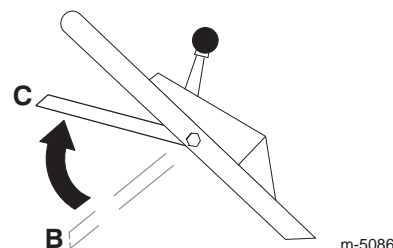

Figura 15
- Levante la barra de control de la cuchilla hasta la posición central, unos 13 cm (5 pulgadas) por debajo del travesaño del manillar (Posición **C** de la Figura 15).